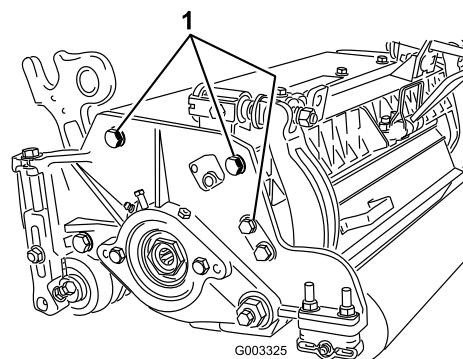

Figure 15
**Remarque:** La position du rouleau arrière par rapport au cylindre est contrôlée par les tolérances d'usinage des composants assemblés et le réglage du parallélisme n'est pas nécessaire. Un réglage limité est possible en plaçant le plateau de coupe sur un plan de travail et en desserrant les boulons de fixation de la plaque latérale (Figure 15). Ajustez et serrez les boulons. Serrez les boulons à un couple de 37 à 45 N·m.